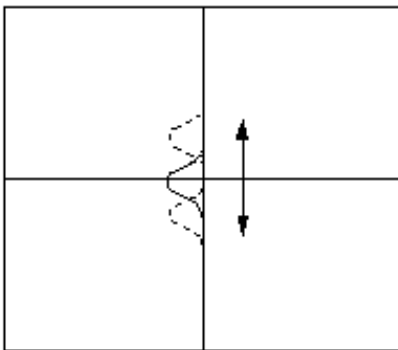

图 4: 细调垂直相位调整
- d. 细调垂直方向相位调整, 见图 4: 将峰上下移动到屏幕垂直中心位置。